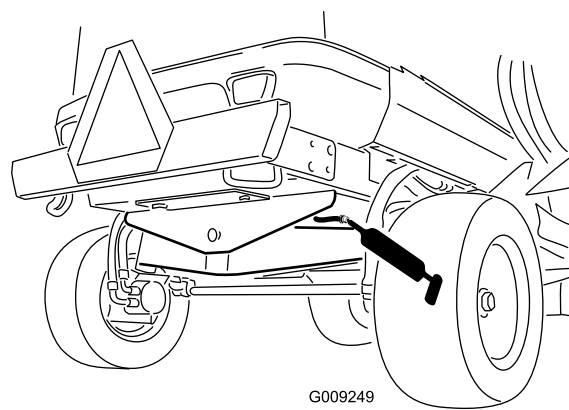

Figura 79
- 1 boccola del perno di articolazione dell'assale posteriore (Figura 79)